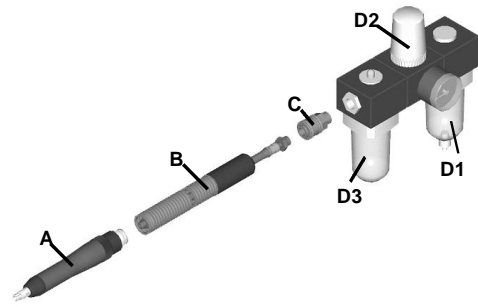
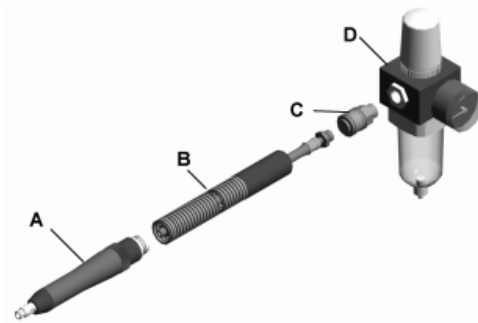

Abb. 2 Anschluss für ölgeschmierte Schleifer
Abb. 3 Anschluß für ölfreie Schleifer
Die Wartungseinheit sollte möglichst nahe am Schleifer installiert sein (siehe Abb. 2, für ölfreie Schleifer siehe Abb. 3).
- Den Schleifer (A) in Verbindung mit Schlaucheinheit (B) und Einhandkupplung (C) an die Wartungseinheit (D1 - D3) anschließen (siehe Abb. 2).
- Den Schleifer (A) in Verbindung mit Schlaucheinheit (B) und Einhandkupplung (C) an den Filterdruckminderer (D) mit Wasserabscheider anschließen (siehe Abb. 3).